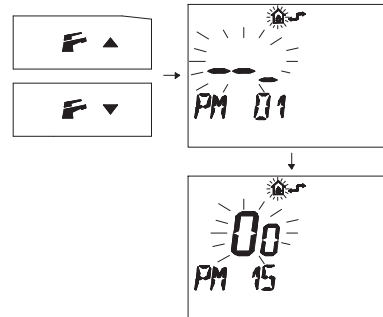

Fig. 5.35
- Pulse los botones o para visualizar la programación "PM 15" para la habilitación de la sonda externa (Fig. 5.35).